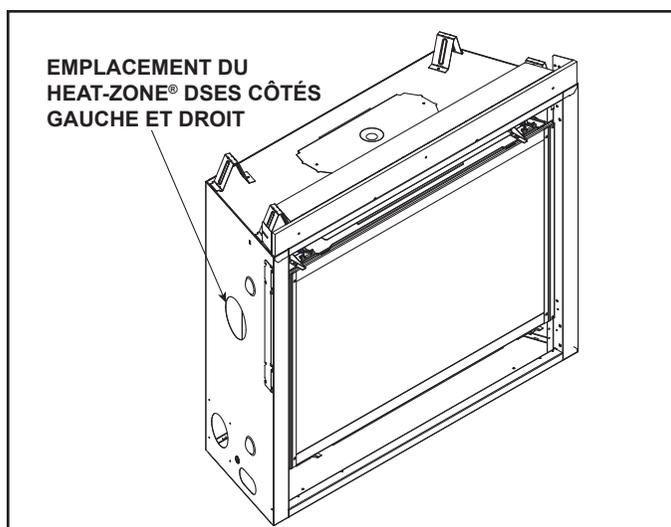

Figure 6.13 Emplacements du Heat-Zone®
- Localisez les orifices Heat-Zone® à la gauche et à la droite de l'appareil. Il faut installer un ou deux Heat-Zones®. Voir la figure 6.13. Retirez les alvéoles défonçables de l'appareil à l'aide de cisailles de ferblantier.